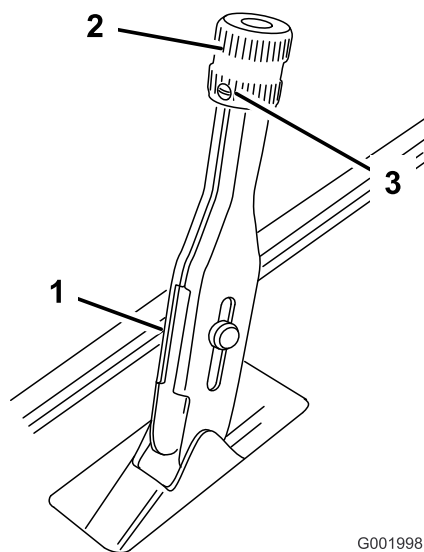

Figura 62
1. Desaperte o parafuso de afinação que fixa o manípulo à alavanca do travão de mão (Figura 62).